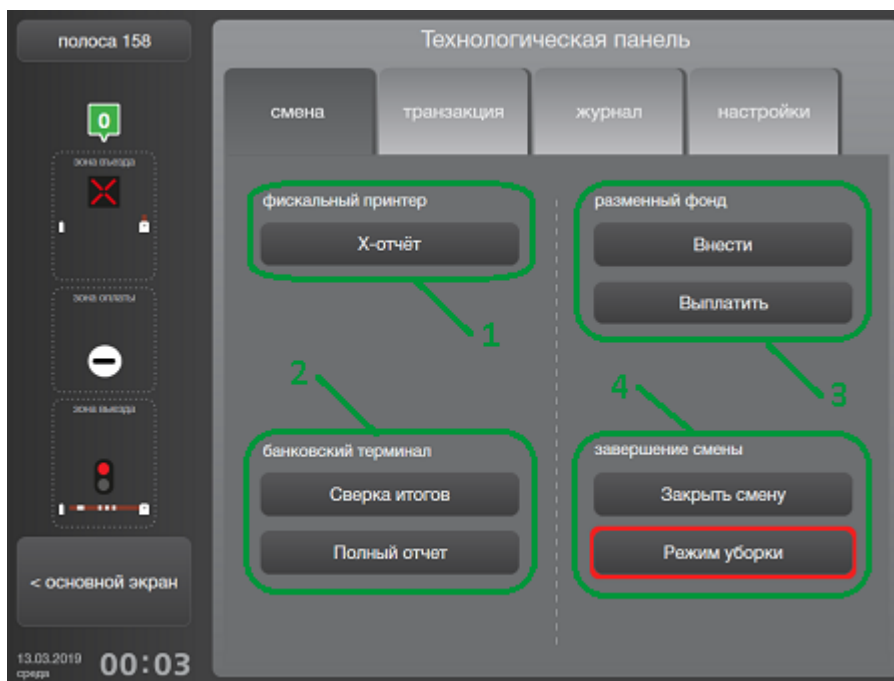

Рисунок 8. Технологическая панель, вкладка [смена]
Основная зона технологической панели состоит из нескольких вкладок (рис. 8 - 11):
- а) Вкладка [**смена**] (рис. 8) обеспечивает управление текущей сменой (см. п. 7);
а) Вкладка [смена] основной зоны технологической панели (рис. 8):